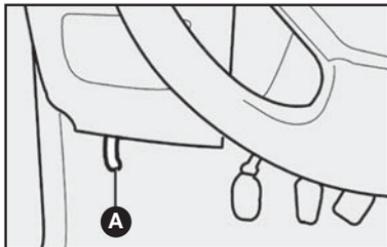

fig. 56
- 1) Tire de la palanca **A**-fig. 56.